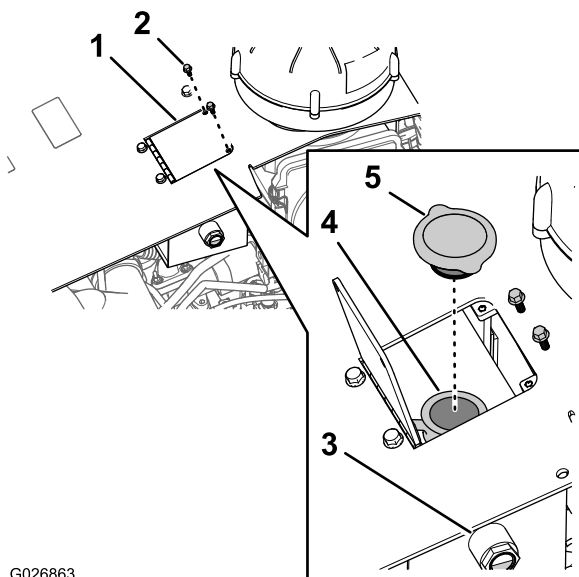
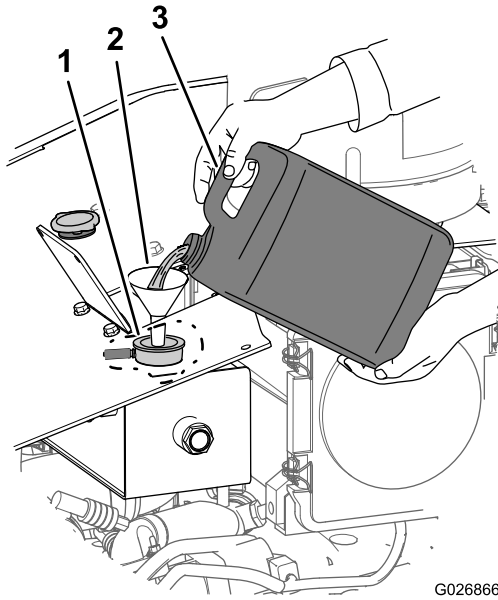

Bild 98
Bild 105
4. Prüfen Sie den Kühlmittelstand am Schauglas an der Seite des Ausdehnungsgefäßes (Bild 98).
- A. Entfernen Sie die zwei Sechskantschrauben, mit denen die Motorhaube an der Maschine befestigt ist, und öffnen Sie den Behälterdeckel (Bild 98).
- B. Nehmen Sie den Deckel des Ausdehnungsgefäßes vom Ausdehnungsgefäß ab und füllen Sie Kühlmittel ein, bis der Stand in der Mitte des Schauglases liegt (Bild 98).
2. Entfernen Sie die zwei Sechskantschrauben, mit denen der Behälterdeckel an der Motorhaube befestigt ist, und öffnen Sie den Deckel (Bild 98).
3. Nehmen Sie den Deckel des Ausdehnungsgefäßes vom Behälter ab (Bild 98).
1. Nehmen Sie den Kühlerdeckel vom Ausdehnungsgefäß ab (Bild 98).
2. Füllen Sie die Kühlanlage mit der angegebenen Kühlmittelmischung (Bild 105), bis der Stand in der Mitte des Schauglases liegt (Bild 98).
3. Setzen Sie den Deckel des Ausdehnungsgefäßes auf (Bild 98).
7. Schließen Sie den Behälterdeckel und befestigen Sie ihn mit den zwei in Schritt 2 von Ablassen des Kühlmittels aus der Anlage (Seite 68) entfernten Sechskantschrauben (Bild 98).